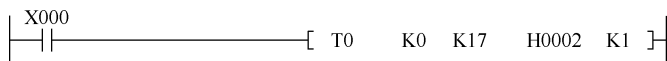

图 6-9 编制模拟值/数字值的转换开始执行程序
- 4) 编制模拟值/数字值的转换开始执行程序，如图 6-9 所示。